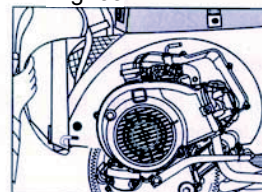

Fig. 35
- 1.4 Estrarre la carenatura liberando la sua estremità posteriore (Fig. 35).